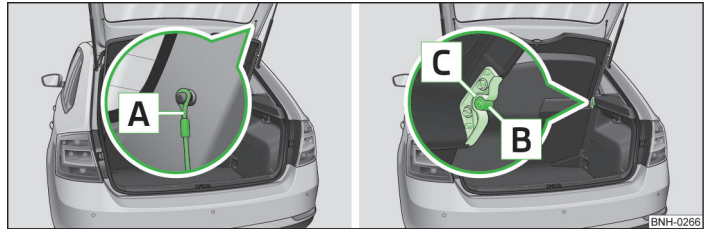

Abb. 62 Gepäckraumabdeckung befestigen
- Die Haltebänder  » Abb. 62 von der Gepäckraumklappe aushängen.
- Die Aufnahmen an der Abdeckung  » Abb. 62 über die Bolzen  an der Seitenverkleidung stellen.
- Die Aufnahmen der Abdeckung **C** » Abb. 62 müssen in den Bolzen der Seitenverkleidung **B** eingerastet sein.
- Sind die Haltebänder **A** » Abb. 62 an der Gepäckraumklappe eingehängt, dann wird beim Öffnen der Gepäckraumklappe die Gepäckraumabdeckung mit angehoben.